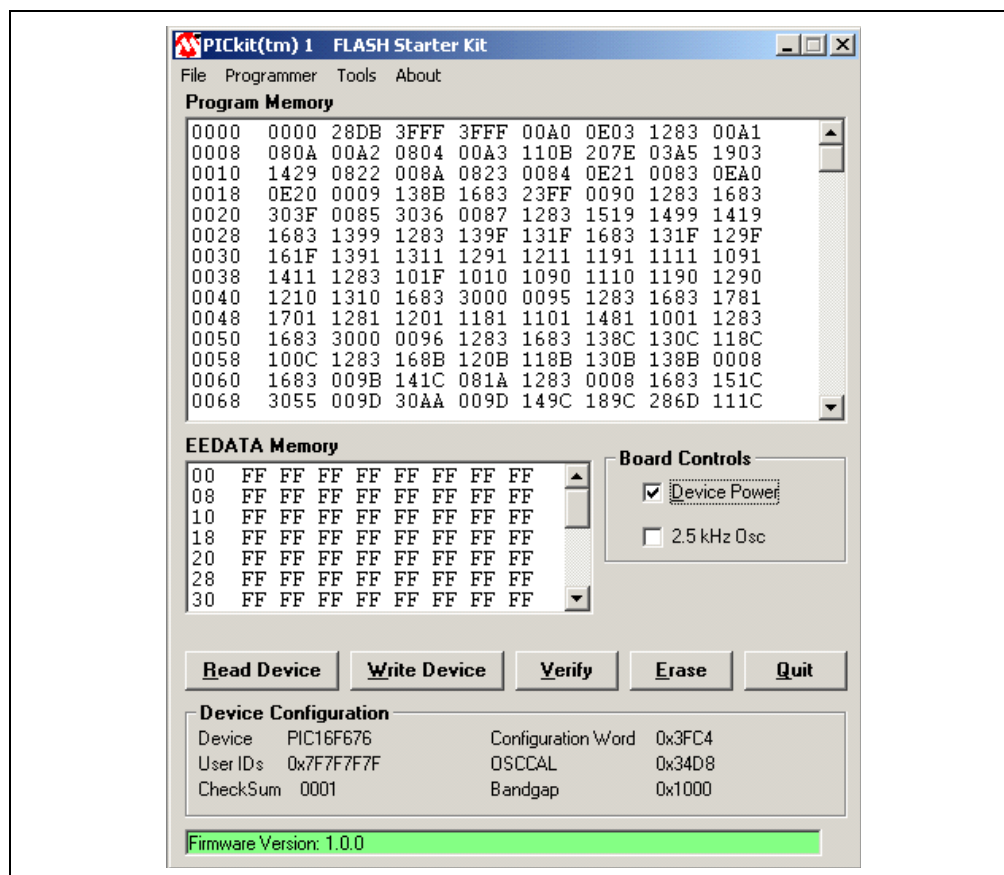

图 2-4: PC 上 PICkit™ 1 闪存单片机工具包 GUI 窗口
3. 一旦启动 PICkit 1 闪存单片机基础工具包，PC 上就显示如图 2-4 所示的主窗口。
4. 在 PICkit 1 闪存单片机基础工具包窗口（图 2-4）中 **Board Controls** 下不选中 **Device Power** 选项，将器件电源断开。器件电源一旦断开，PICkit 1 闪存单片机基础工具包板上的 **BUSY LED** 就将熄灭。